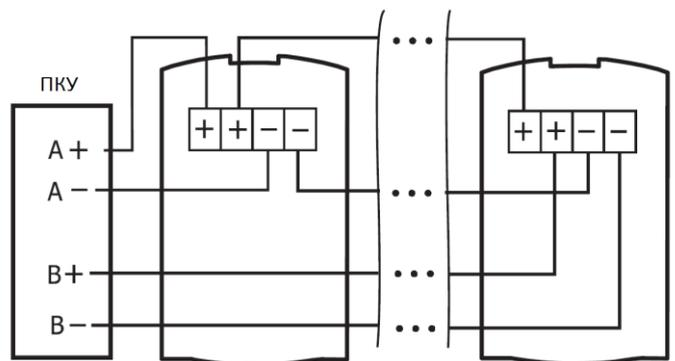

Рис. 5
- 5.5. Снять с печатной платы соединительную колодку и подключить провода сигнальной линии к колодке в соответствии с рис. 5.